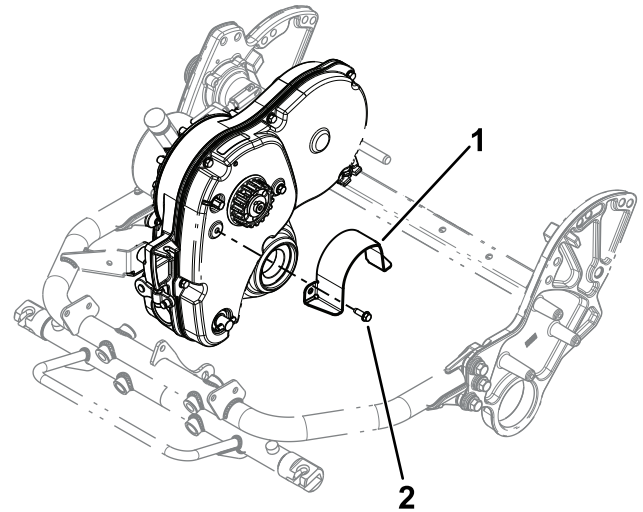

Figura 1
6. Remova a proteção do acoplador existente da cobertura da transmissão (Figura 1).